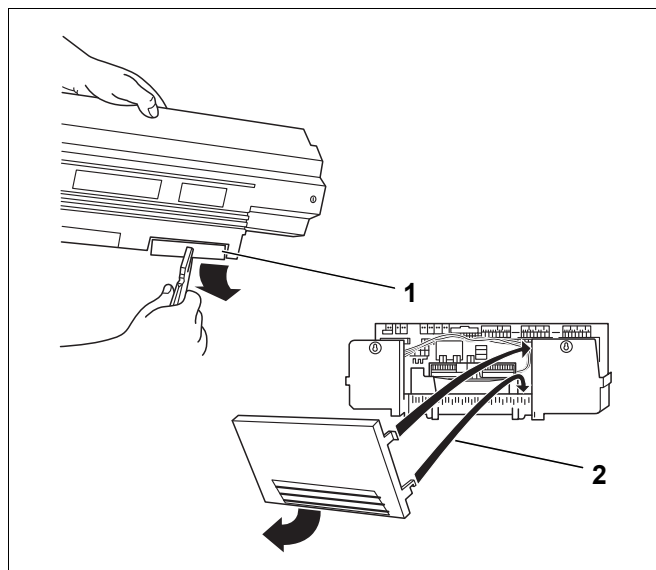

Рис. 61 Подготовка кабельного прохода
- ▶ При необходимости выломайте заглушку (рис. 61, [1]) в задней стенке кабельного прохода (Logamatic 33xx) или снимите заднюю стенку (Logamatic 43xx) (рис. 61, [2]).
- ▶ Вставьте нижние крюки задней стенки (Logamatic 43xx) в гнездо рамки и нажмите на неё сверху до фиксирования боковых крюков (рис. 61, [2]).